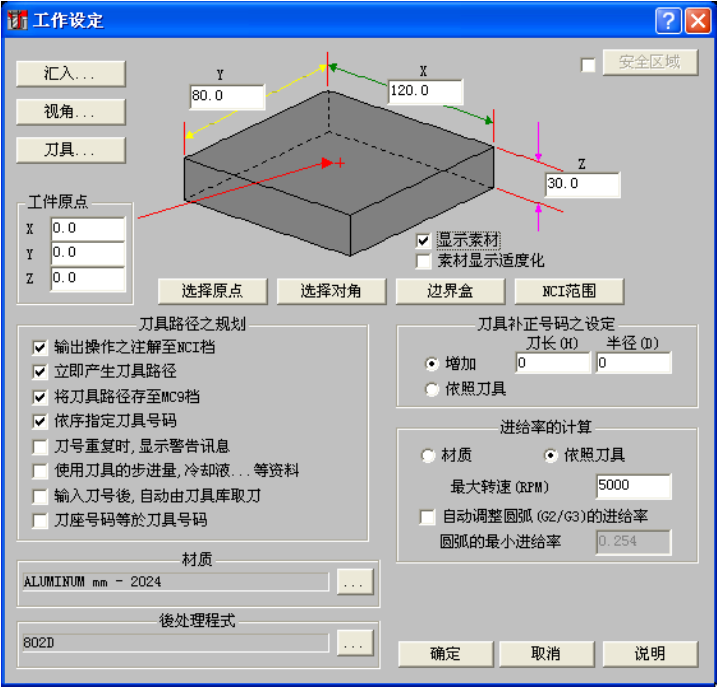

图 1-13 “工作设定”对话框
- 5) 单击“工作设定”，进入“工作设定”对话框，如图 1-13 所示。